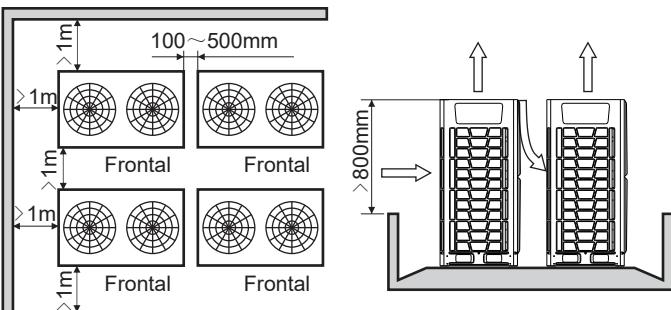

Fig. 3.12 2 filas
4) Cuando las unidades exteriores sean más altas que lo que las rodea y si se van a disponer en 2 filas, véase la Fig.3.12.